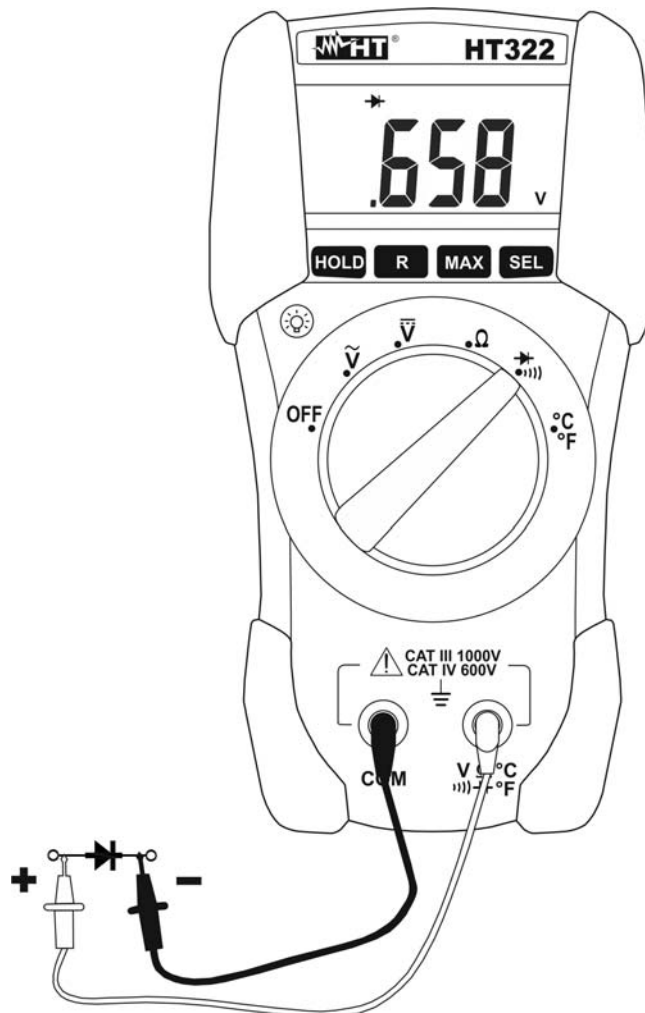

Fig. 5: Uso dello strumento per la Prova Diodi
3. Posizionare i puntali ai capi del diodo in esame rispettando le polarità indicate in Fig. 5. Il valore della tensione di soglia in polarizzazione diretta è mostrato a display.
4. Se lo strumento visualizza il messaggio "O.L." i terminali del diodo sono invertiti rispetto a quanto indicato in Fig. 5 oppure la giunzione P-N del diodo è danneggiata